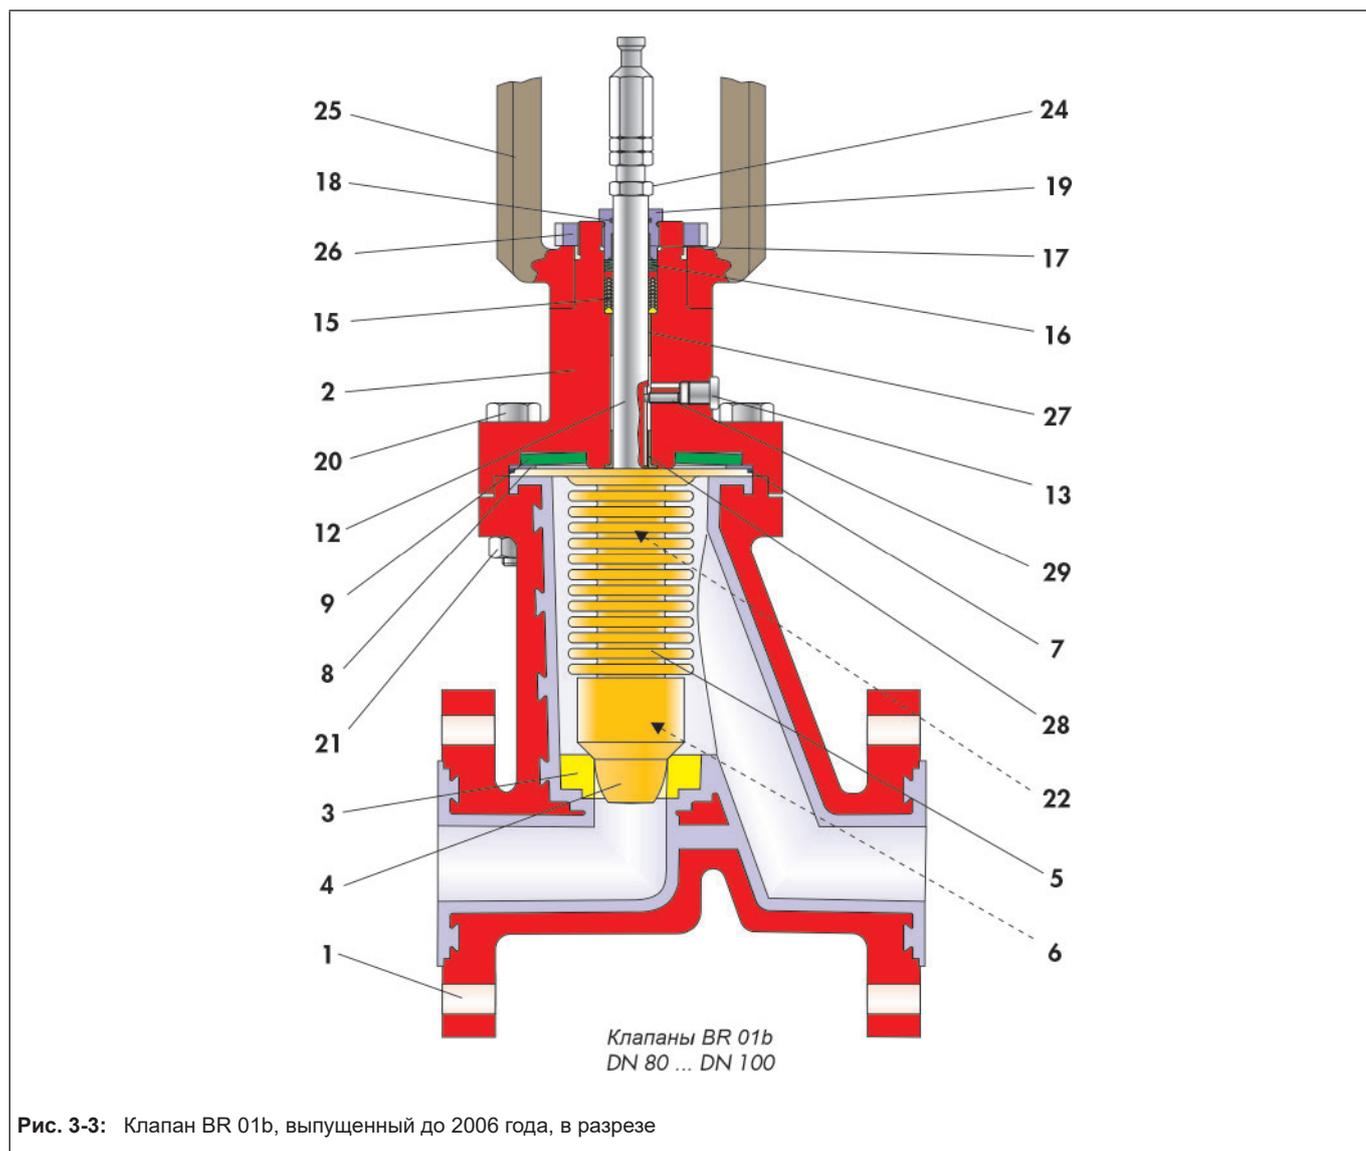

Рис. 3-3: Клапан BR 01b, выпущенный до 2006 года, в разрезе
- ⇒ Зафиксируйте соединение между конусом и сильфоном с помощью вставленного до упора шнура из ПТФЭ (6). Выступающие остатки шнура обрежьте вровень острым ножом.
- ⇒ Зажмите фланец крышки (2) с подводом шпинделя в тисках вниз.
- ⇒ Вставьте втулку Glycodur (27) с подходящим дорном в подвод шпинделя до упора.
- ⇒ Вдавите ступенчатую втулку Glycodur (28) до упора.
- ⇒ Для дальнейшего монтажа поместите фланец крышки (2) со стороны фланца на чистую поверхность на рабочей высоте так, чтобы верхнее отверстие было легкодоступно.
- ⇒ Вдавите шевронную уплотнительную манжету (15) с последовательностью V-образное нажимное кольцо, V-образные кольца из ПТФЭ и запорное кольцо в предусмотренное для этого отверстие. Расположение шевронной уплотнительной манжеты показано на чертеже, рисунок 3-3.
- ⇒ Вставьте комплект тарельчатых пружин (16). Расположение тарельчатых пружин показано на чертеже, рисунок 3-3.
- ⇒ Вставьте кольцо круглого сечения (18) во внутреннюю канавку сальниковой коробки (19).
- ⇒ Вдавите верхнюю подшипниковую втулку (17) в нижнюю часть сальниковой коробки (19).
- ⇒ Смажьте сальниковую коробку (19) на резьбе.
- ⇒ Ввинтите сальниковую коробку (19) в верхнюю резьбу фланца крышки (2) так, чтобы наружная канавка сальниковой коробки оставалась видимой.
- ⇒ Не вкручивайте сальниковую коробку (19) во фланец крышки до упора.
- ⇒ Установите крепежную скобу (25) на фланец крышки и закрепите шлицевой гайкой (26).
- ⇒ Вставьте тарельчатую пружину (9), упорную шайбу (8) и кольцо круглого сечения (7) во фланец крышки (2). Расположение деталей показано на чертеже на рисунке 3-3.
- ⇒ Вставьте предварительно собранный шпindelный узел (см. главу 3.5.2.2) во фланец крышки (2).